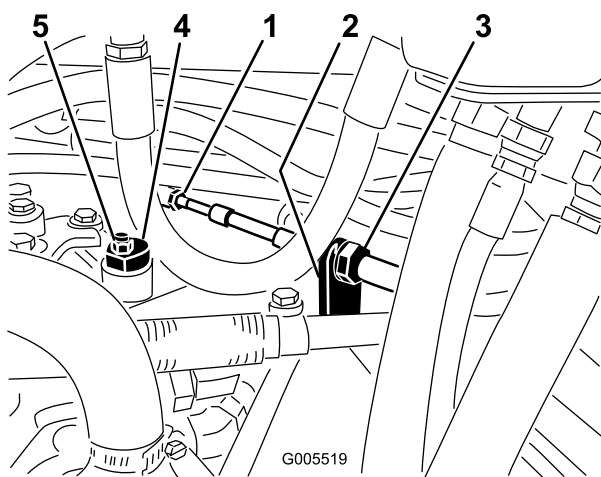

Figura 54
- A. Liberte as porcas que fixam o cabo de tracção ao anteparo do hidróstato (Figura 54). Certifique-se de que as porcas se encontram soltas de forma idêntica, de modo a permitir a operação de ajuste.
Nota: Liberte a porca que fixa o disco excêntrico ao cimo do hidróstato (Figura 54).
deixar de rodar, aperte a porca, bloqueando deste modo o disco excêntrico e fixando a posição de ajuste (Figura 54). Verifique se o ajuste é o adequado colocando o regulador nas posições SLOW e FAST.
- D. Aperte as porcas que se encontram em cada um dos lados do anteparo, fixando deste modo o cabo de tracção ao anteparo (Figura 54) Não rode o cabo.